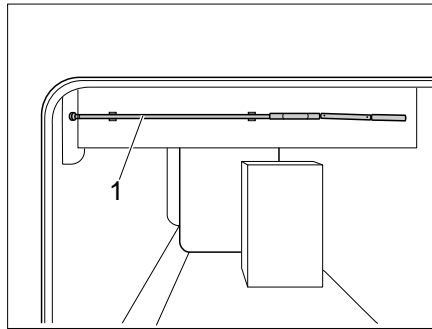

Bild 146 Kurbel zur Höhenverstellung
- Kurbel (Bild 146,1) aus der Halterung nehmen.